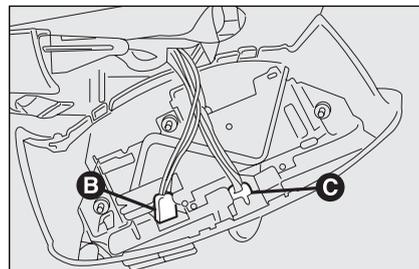

fig. 44
- scollegare i connettori elettrici **B-fig. 44** e **C**;